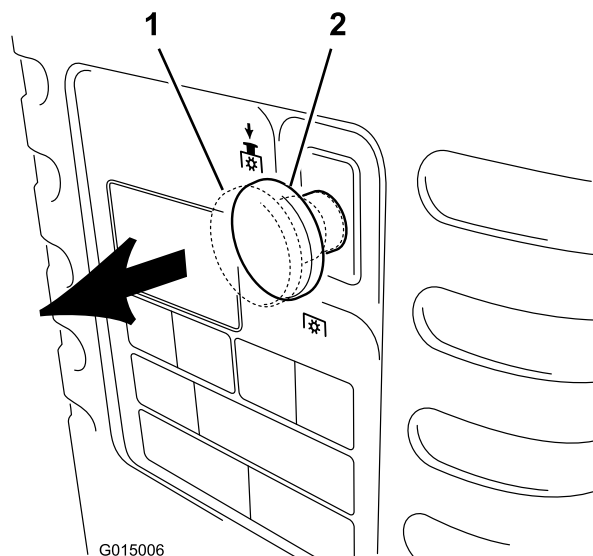

Figura 8
2. Ponga el pomo de control de las cuchillas (TDF) en la posición de Engranado (Figura 8).
2. Ponga el control de las cuchillas (TDF) en Desengranado (Figura 8).